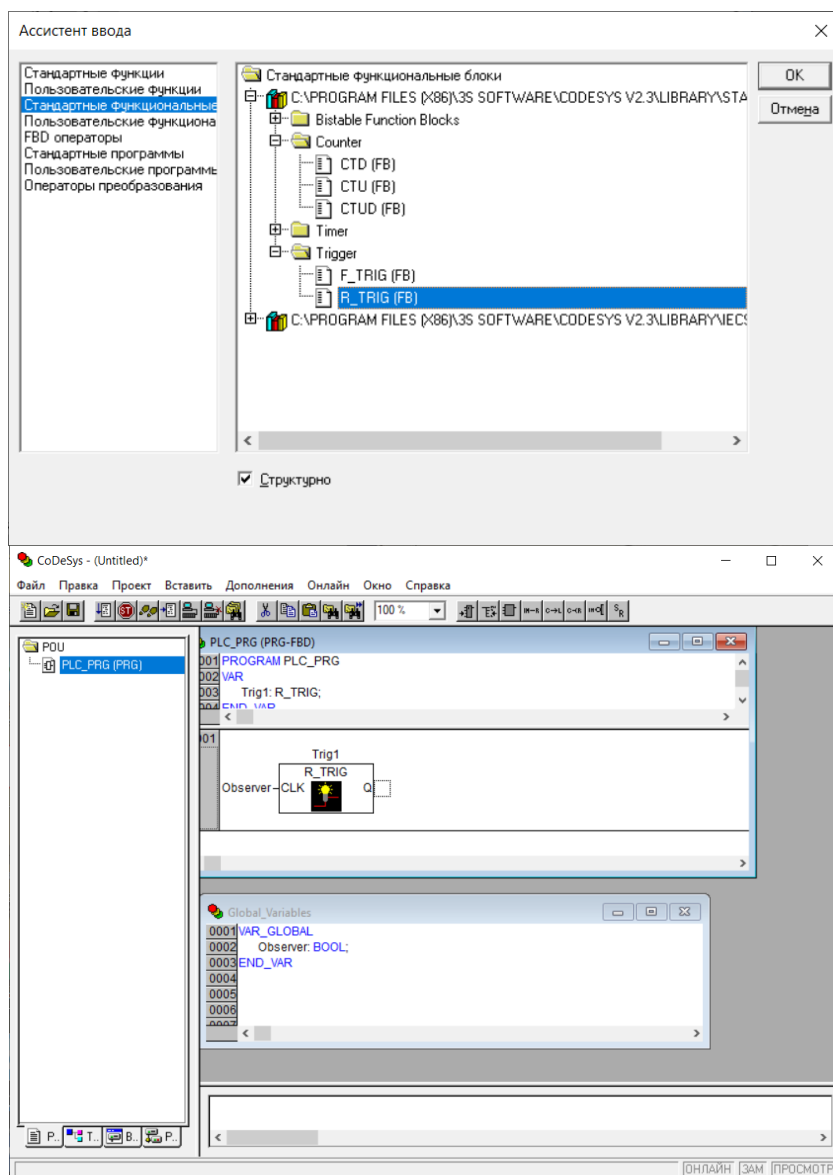

Рисунок 5 – Окно выбора триггера
5. Воспользуемся ассистентом ввода: нажмем клавишу F2. В диалоговом окне выбираем категорию: стандартные функциональные блоки. Из триггеров стандартной библиотеки выбираем R\_TRIG. Он формирует логическую единицу по переднему фронту на входе (рисунок 5).